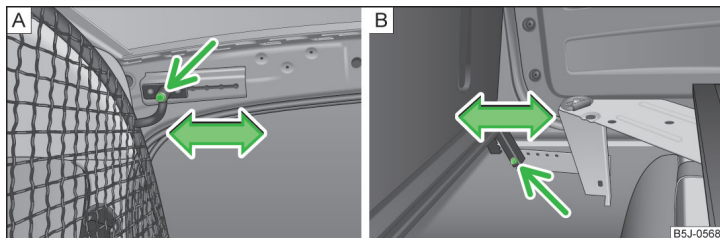

Fig. 94 Prinderea superioară/inferioară a peretelui despărțitor de siguranță
- Pe fiecare parte, în zona superioară a caroseriei, deșurubați un șurub » fig. 94 - [A], și în zona inferioară, un șurub » fig. 94 - [B].